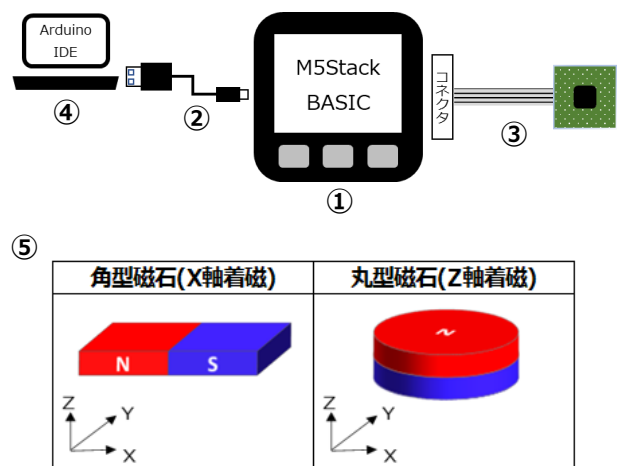

図 1 磁石
- ① M5Stack BASIC
- ② USB ケーブル(M5Stack に付属)
- ③ 磁気スイッチ(HGDVST022A)評価基板
- ④ Arduino IDE がインストールされた PC
- ⑤ ネオジム磁石(タイプは図 1 参照)